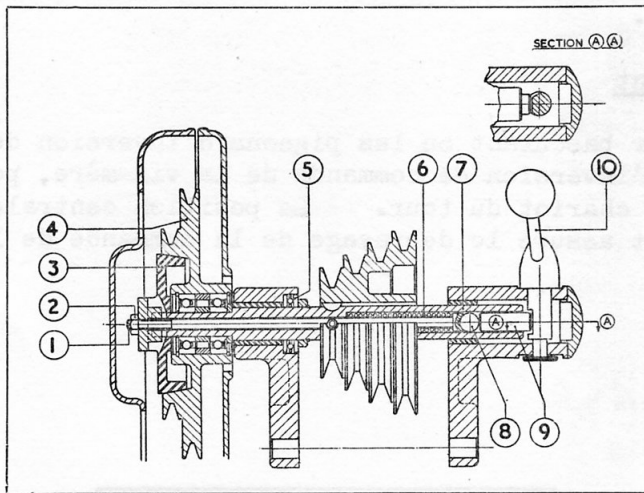

Fig.37 Embrayage d'arbre de renvoi
En examinant la Fig. 37, on note que l'embrayage se compose d'une pièce métallique cônique de commande, plateau d'embrayage (3) fixé par un tenon dans l'extrémité de l'arbre de renvoi, et normalement maintenu en prise avec le cône de la poulie (4) par un ressort de compression (6) inséré dans l'arbre creux de renvoi (7) entre l'épaule dans l'alésage de l'arbre et la tête du poussoir (1).
L'embrayage est enclenché ou dégagé par rotation de l'arbre à came (10). La coupe A-A de la Fig.37 montre qu'il comporte deux méplats usinés. Le gros méplat correspond à la position d'enclenchement de l'embrayage (bouton de levier près du protecteur de la courroie de commande de poupée), le petit méplat correspondant à la position de débrayage (bouton de levier déplacé vers la droite). Les méplats agissent sur le poussoir (9) et, par conséquent, sur le poussoir (1) par l'intermédiaire de la bille en acier (8).